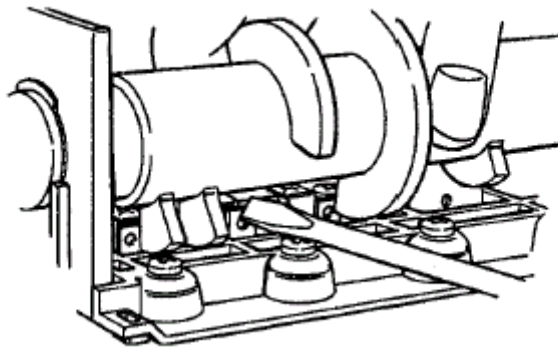

Figure 11
4. Dépressuriser la bouteille en ouvrant le clapet n°6 avec un tournevis, figure 11